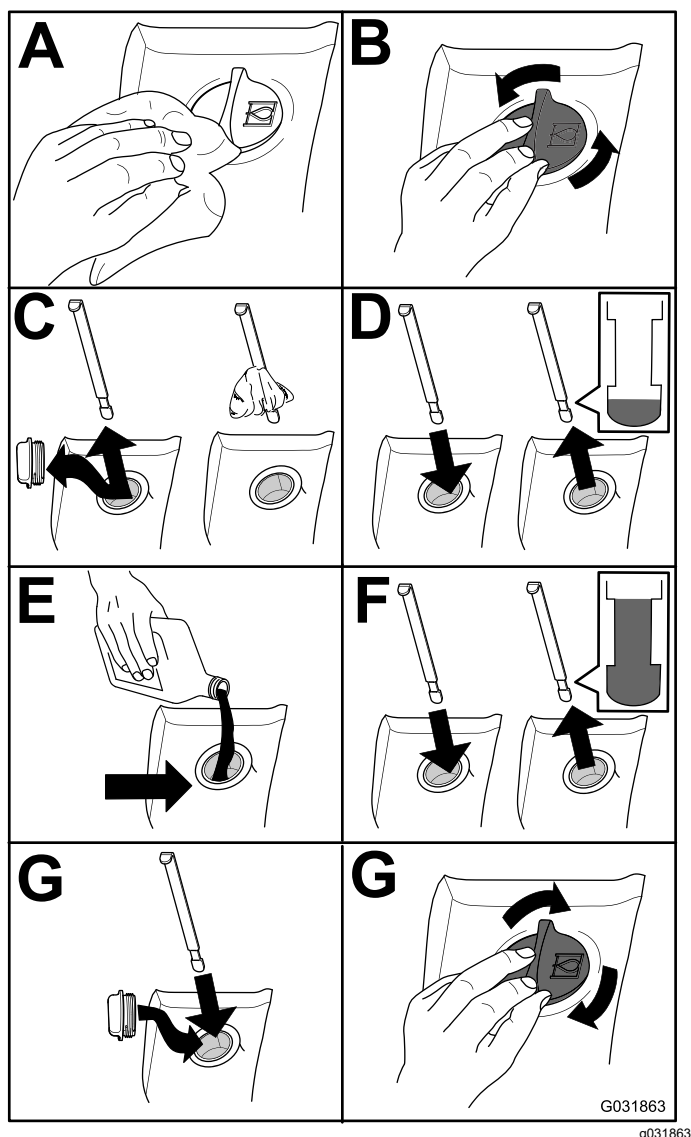

Figura 82
2. Controllate il livello del fluido idraulico (Figura 82).